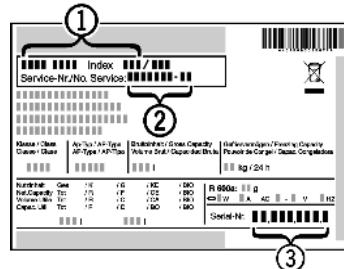

Fig. 15
► Прочетете от идентификационната табелка описание на уреда Fig. 15 (1), сервизния № Fig. 15 (2) и серийния № Fig. 15 (3). Идентификационната табелка се намира на лявата вътрешна стена на уреда.
- Обадете се на сервизната служба и посочете неизправността, описание на уреда Fig. 15 (1), сервизния № Fig. 15 (2) и серийния № Fig. 15 (3).